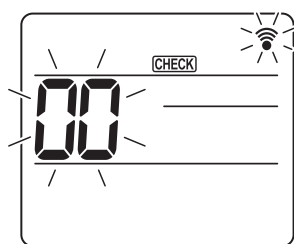
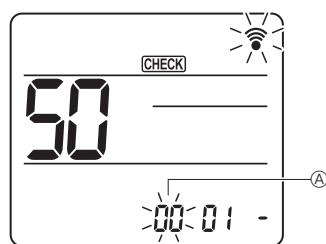
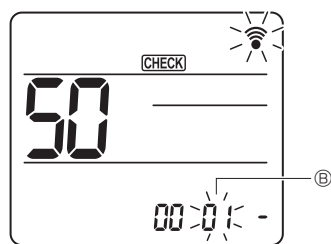
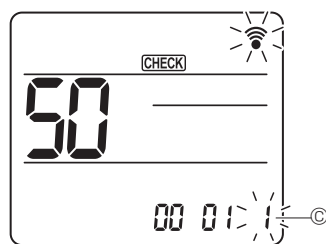

Fig. 7-16
Fig. 7-17
Fig. 7-18
Fig. 7-19
7.4.2. À l'aide de la télécommande sans fil (Fig. 7-16, Fig. 7-17, Fig. 7-18, Fig. 7-19)
- ① Accès au mode de sélection des fonctions
Appuyez sur la touche [MENU] pendant 5 secondes. (Commencez cette opération lorsque l'affichage de la télécommande est éteint.) [CHECK] s'allume et "00" clignote. (Fig. 7-16)
- ② Réglage du numéro d'appareil
Appuyez sur les touches [DOWN] pour régler le numéro d'appareil ①. (Fig. 7-17)
- ③ Sélection d'un mode
Appuyez sur les touches [DOWN] pour régler le numéro de mode ②. (Fig. 7-18)
- ④ Sélection du numéro de réglage
Utilisez la touche [DOWN] pour changer le numéro de réglage ③. (Fig. 7-19)